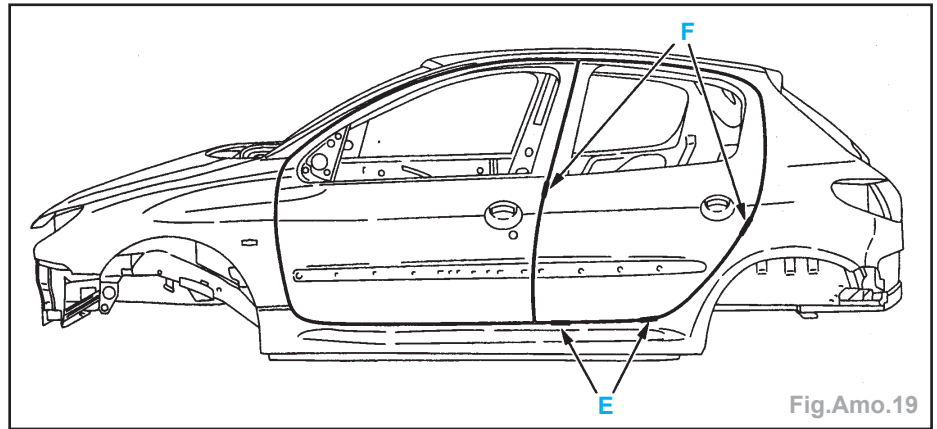

Fig.Amo.19
- Fermer la porte et contrôler les jeux (Fig.Amo.19) :
- hauteur (E) =  $5 \pm 2$  mm,
- jeux (F) =  $5 \pm 1,5$  mm,